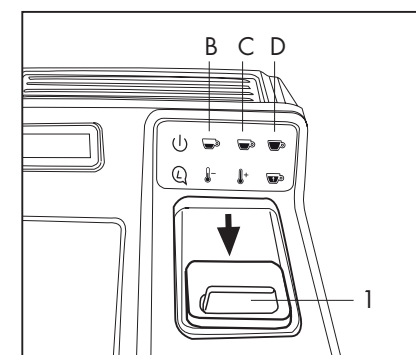

Fig. 11
- Cierre la tapa (1) y pulse uno de los botones dispensación (B) (C) (D) según lo deseado. (Fig. 11)